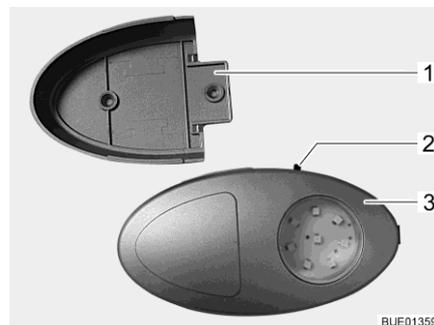

Fig. 81 Eclairage de la penderie/lampe de poche
- ▷ Il est possible d'extraire l'éclairage de la penderie de son support vissé (Fig. 81,1) et de l'utiliser comme lampe de poche.
Le bouton Marche/Arrêt (Fig. 81,2) se trouve directement sur l'éclairage de la penderie (Fig. 81,3).